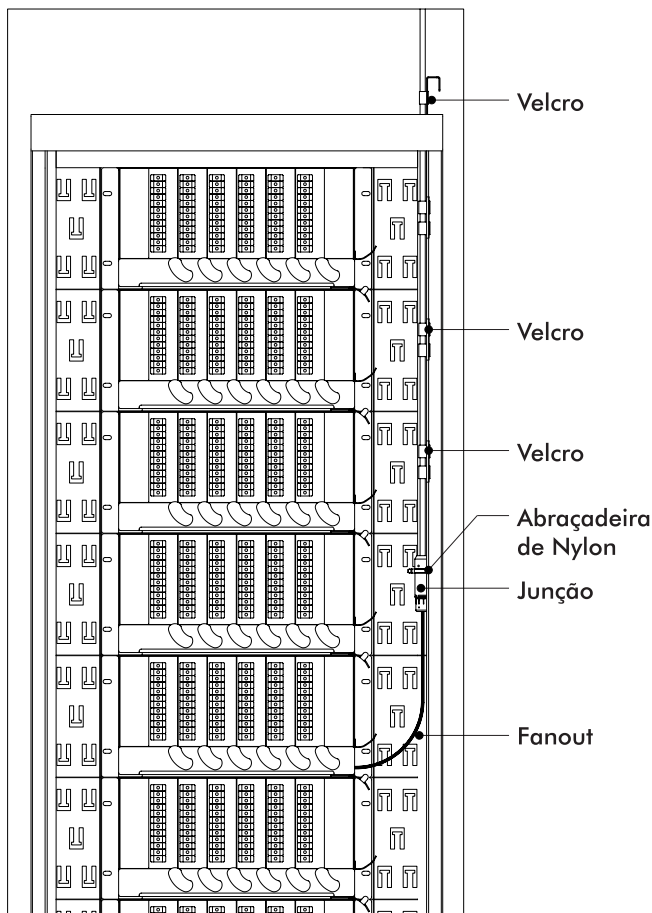

Figura 8
2. Guie os cabos Trunks – Fanouts até próximo aos Sub-Racks utilizando o suporte guia de cabos lateral do Rack FTH-600. Utilize o Velcro dupla face para a fixação durante o caminho e as abraçadeiras de Nylon de 150 mm na fixação da junção. Conforme mostrado na Figura 8.